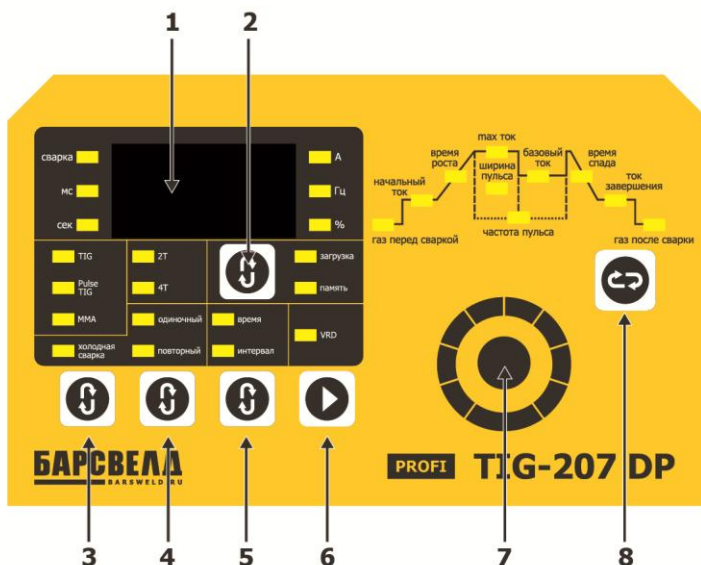

Рис.4. Панель управления
1. Установите значения параметров при помощи ручки выставления параметров (Кодера) (Рис. 4, п. 7). Переход к выбранному параметру осуществляется при помощи кнопок выбора параметров (Рис. 4, п. 3, п. 4, кроме режимов для холодной сварки).
2. Сохраните выбранный номер программы 1-5 для выбранного и установленного параметра в памяти, нажав кнопку «ПАМЯТЬ» (Рис. 4, п. 2). Дисплей замигает, указывая на сохранение номера программы в памяти сварочного аппарата (Рис. 4, п. 2).
1. Нажмите кнопку «ЗАГРУЗКА» (Рис. 4, п. 2) для выбора номера программы 1-5. Для перехода к следующей или другой программе нажмите на кнопку «ЗАГРУЗКА» повторно.
С помощью переключателя режимов выберите режим TIG (Рис. 4, п. 3).